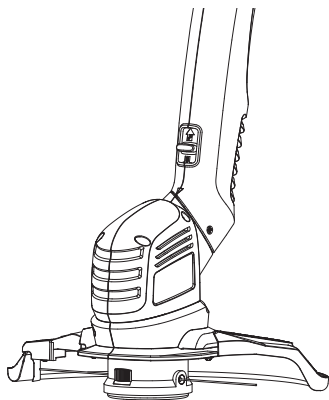
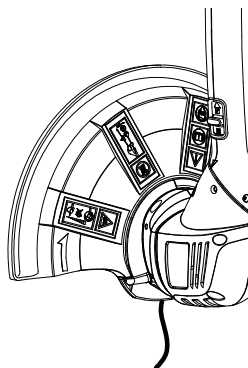

Fig. 7
Fig. 8
- > Mantenga presionado el botón de liberación (8).
- > Ajústelo a la posición de 0° para recortar hierba en terreno llano (Fig. 7). Ajústelo a la posición de 90° para recortar hierba en bordes de céspedes y junto a paredes (Fig. 8).
- > Asegúrese de que el botón de liberación (8) vuelve a quedar en posición bloqueada tras efectuar el ajuste.